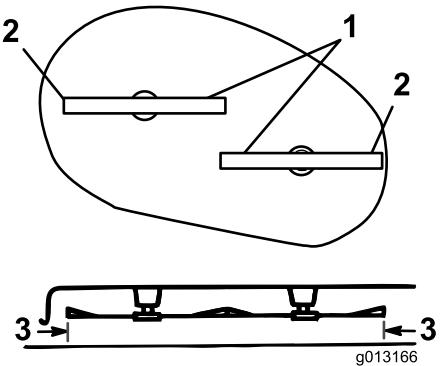

Figura 43
- Rode cuidadosamente as lâminas de um lado para o outro (Figura 43).
- Meça entre as extremidades de corte exteriores e a superfície plana (Figura 43). Certifique-se de que as medições estão a 3 mm uma da outra. Se não estiverem, vá para o passo seguinte.
- Levante ou baixe o lado direito da caixa do cortador rodando as porcas até a distância entre as extremidades exteriores das lâminas e a superfície plana (Figura 43) estar a 3 mm de cada e aperte as porcas nas ligações ajustáveis dianteira e traseira.